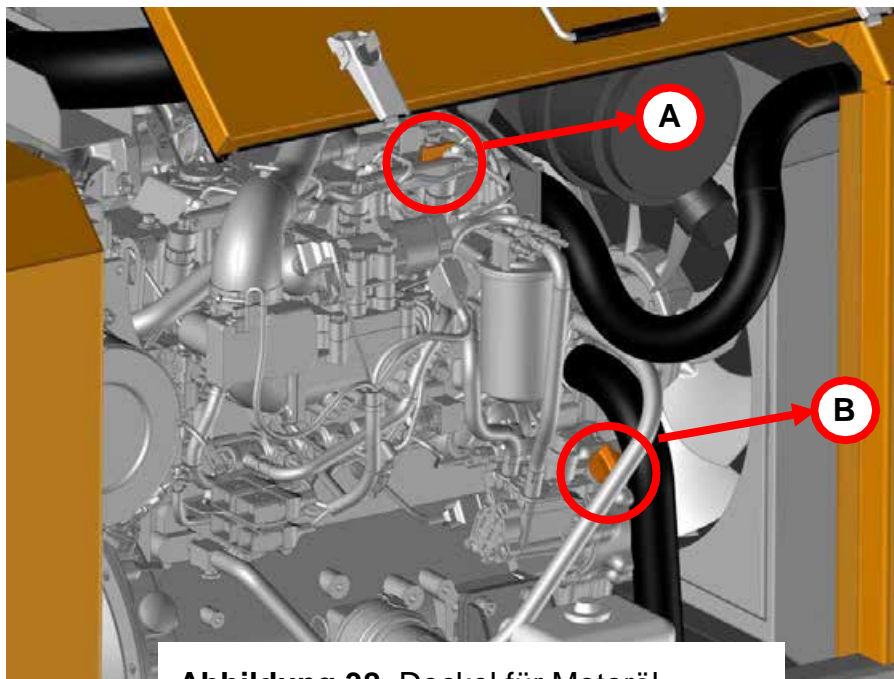

Abbildung 38. Deckel für Motoröl
5. Öffnen Sie einen der Öltankdeckel (A oder B), wie in Abbildung 38 gezeigt.